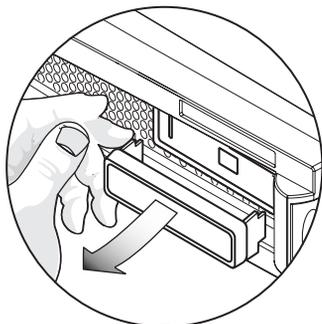

FIGURA 1-5 Estrazione del dado di fissaggio destro dal coperchio
2. Rimuovere il dado di fissaggio destro dal coperchio, in modo da staccare completamente la targhetta (vedere FIGURA 1-5).